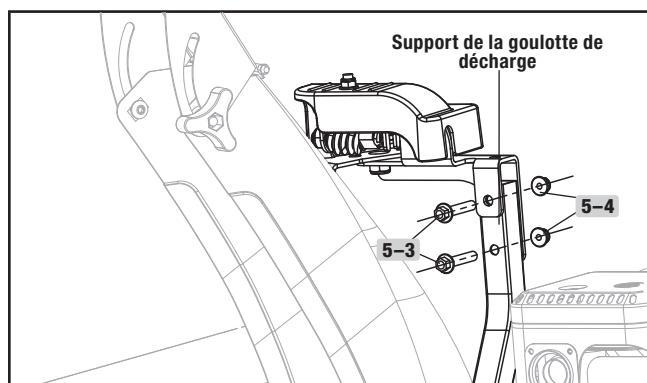

Figure 9B
3. Mettez la goulotte de décharge de la neige sur la base du corps de la machine. Serrer le composant sur le support de la goulotte de décharge au moyen des boulons (5-3) (figure 9B) et des écrous (5-4) (figure 9B).